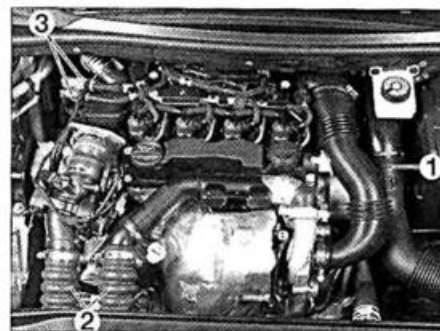
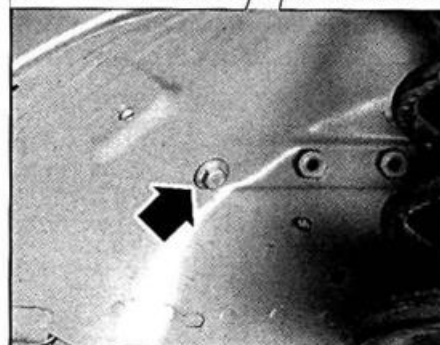

FIG. 54
FIG. 55
- el conducto de aire (1) (fig. 54).
- los tubos (2).
- el soporte batería (fig. 55).
Es necesario desmontar el paso de rueda delantero izquierdo para desmontar uno de los tornillos de fijación del soporte de batería (fig. 55).
- las tuberías de sobrante combustible (3) (fig. 54).